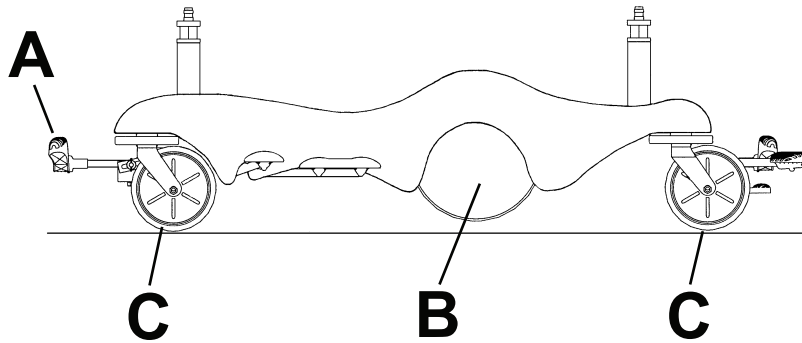

Figura 9 – Transportar sem a Big Wheel
1. Coloque o pedal de travagem/condução (A) na posição neutra (Figura 9).
- Com o produto na posição neutra, a **Big Wheel** (B) está elevada e o produto fica assente nos quatro rodízios (C) (Figura 9). Nesta posição, pode mover o produto em qualquer direção, incluindo lateralmente.